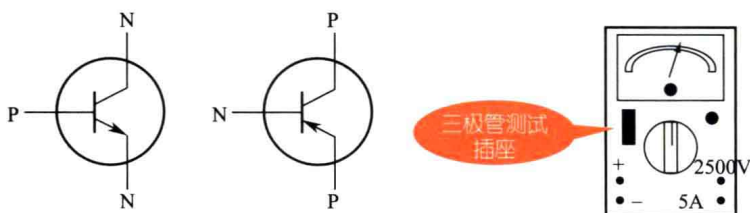

图1-18 三极管的型式与测量方法
④ 三极管放大倍数的测量 选择ADJ挡, 将表笔短接, 调节欧姆调零器, 使得指针指向 $300h_{FE}$; 选择 h_{FE} 挡, 将被测三极管脚分别插入相应的三极管测试插座的E、B、C内, 指针偏转所示数值约为三极管的直流放大倍数。其中, N型管插NPN型管座, P型管插PNP型管座, 如图1-18所示。